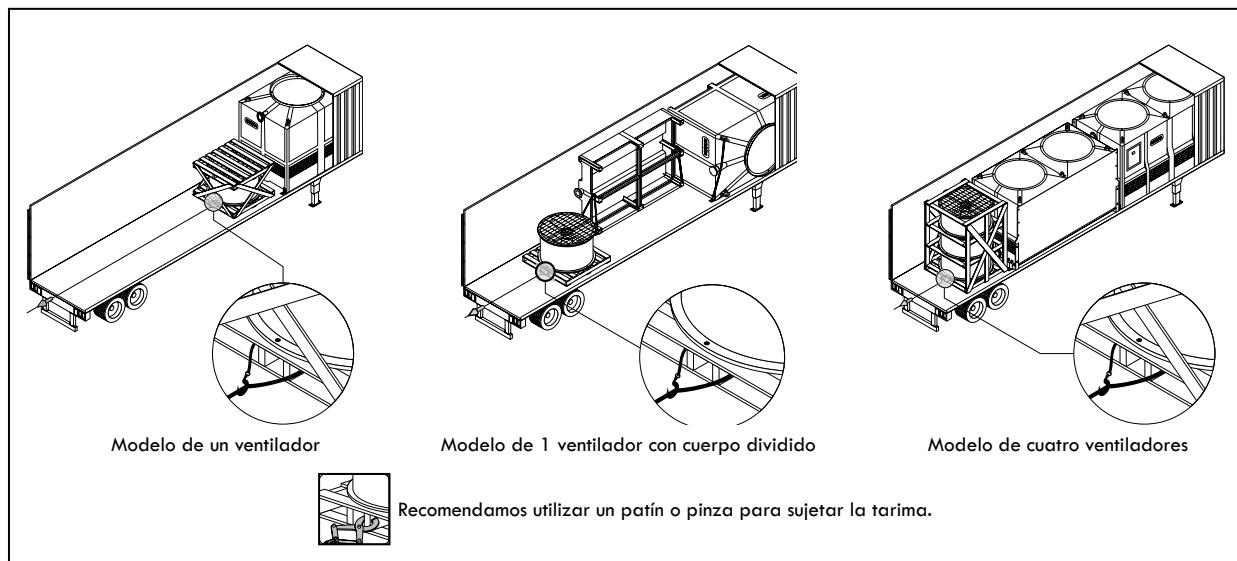

Figura AP-2: Descarga del ducto de un contenedor
B. Asegúrese de quitar los bloques de madera que mantienen la caja del ducto en su lugar, luego arrastre la tarima hacia el borde del contenedor. Si no cuenta con equipo especial, utilice un cable de acero sujetándolo de una parte segura de la tarima (ver Figura AP-2). Utilice un montacarjás para descargar el ducto.